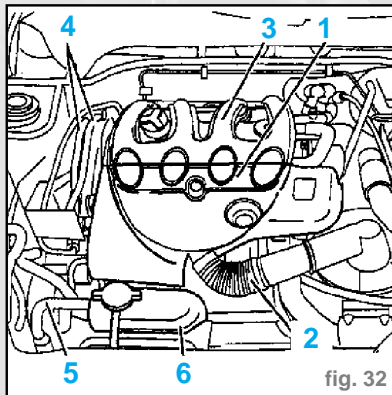
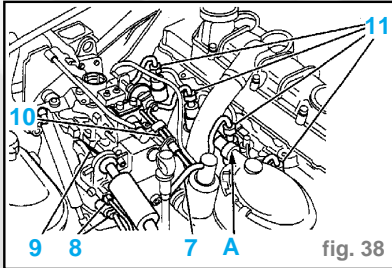

fig. 32
fig. 38
- Le cache-style (1) : (fig. 32)
- Le cache-style (1) (fig. 32)
- l'ensemble filtre à air et résonateur (2)
- le répartiteur d'air supérieur (3); en utilisant un outil mâle **6 pans** profil de **5** pour les vis arrière et un profil de **6** pour les vis avant
- les tuyaux de carburant (4)
- le tuyau de dégazage (5)
- Écarter la boîte de dégazage (6).
- Débrancher et écarter: (fig. 38)
- le tuyau (7) (en **A**)
- les connecteurs (8)